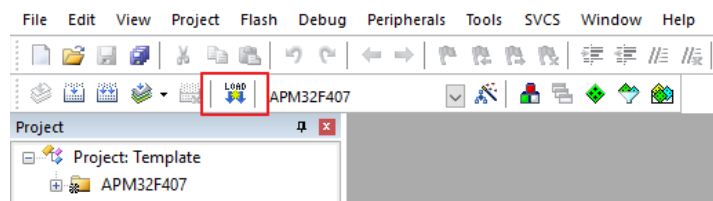

图 11
f) 如图 11 完成了前面的步骤后我们就可以把编译好的程序下载到开发板上运行了。下载过程只需要直接点击 KEIL 中的 LOAD 按钮即可。